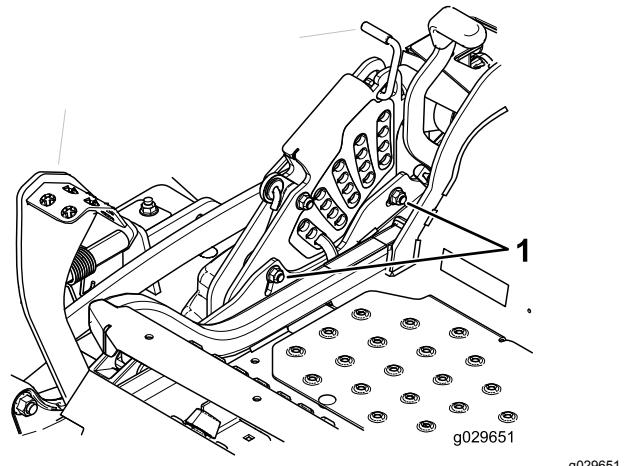

Figura 93
12. Para ajustar el sistema de ajuste de un solo punto, afloje los dos pernos situados cerca del borde inferior de la pletina de altura de corte. Consulte Figura 93.
14. Apriete los 2 pernos en el borde inferior de la pletina de altura de corte (Figura 93). Apriételos a 18–23 N·m (27 a 33 pies-libra).